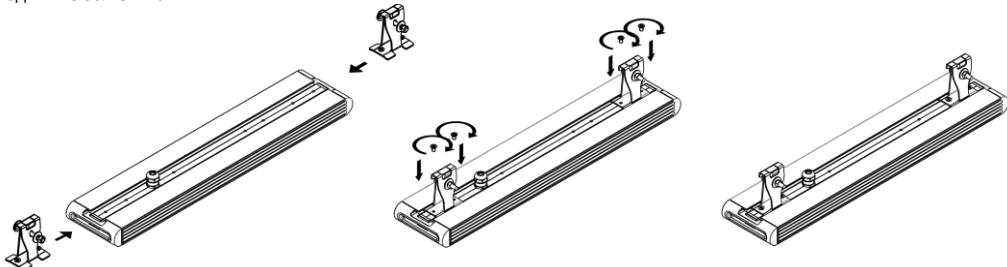

Рисунок 12 — Установка крепления Трос (на примере Element 0,5x1).
5.10.3. Оденьте крепления на трос. При необходимости разведите лепестки крепления (см. рисунок 12).